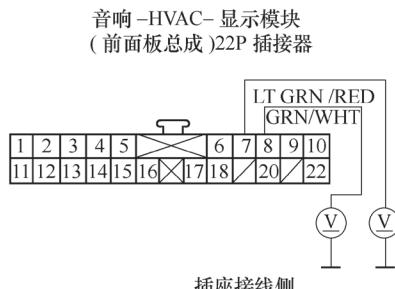

图 5-107 检查前面板总成 22P 插接器的 7、8 号端子与车身搭铁之间的电压
9) 如图 5-107 所示, 将点火开关置于 ON (II) 位置, 检查